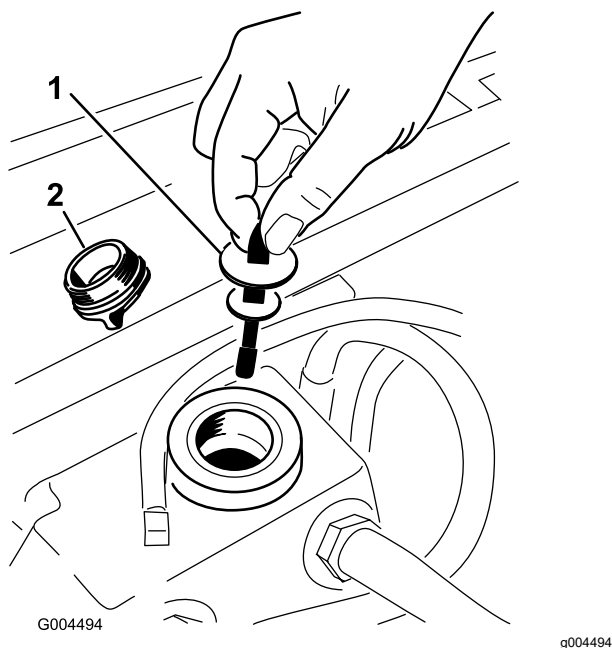

図 57
5. 油圧オイル給油口からキャップを取る 図 57。
6. ディップスティックを抜きウェスで一度きれいに拭く(図 57)。
7. もう一度首に差し込んで引き抜き、オイルの量を点検する 図 57。